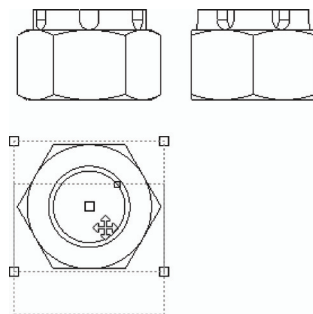

图 14-46 移动视图
STEP 04 在绘图区中其他的视图上单击鼠标左键, 移动视图, 如图 14-46 所示。